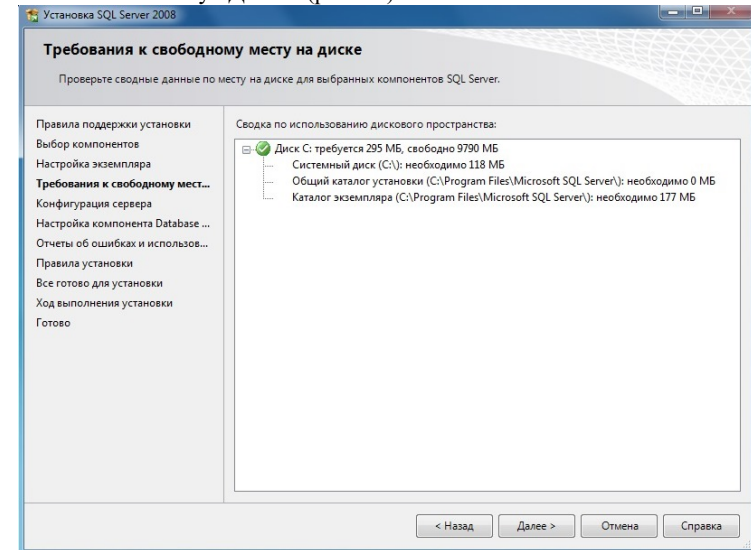

рис. 34
2.12 Нажать кнопку «Далее» (рис. 34):